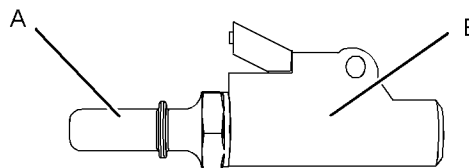

Ilustración 62
3. Quite la tapa protectora (1). Presione la válvula (2) para purgar el aire. Perkins recomienda utilizar un inflador de neumáticos de longitud adecuada con una manguera transparente conectada. Consulte la ilustración 62.